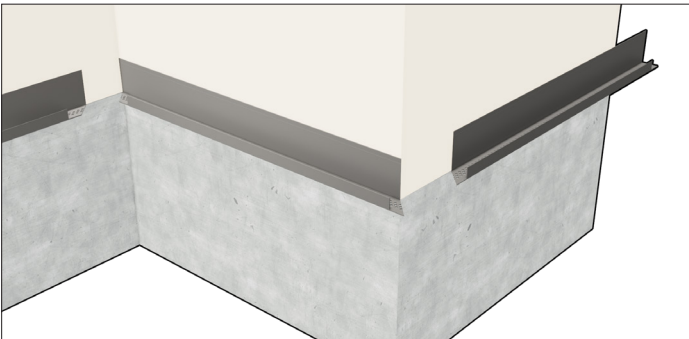

Figure 16.2
- Effectuez une coupe d'onglet aux angles intérieurs et extérieurs. (Figure 16.2)